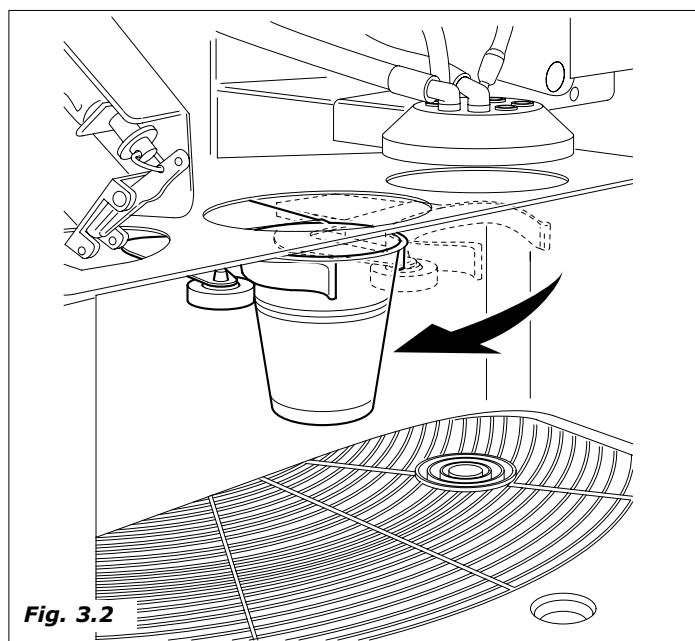

Fig. 3.2
- El trasladador de vasos se desplaza desde la posición reposo/ erogación a la estación "cup dispenser" (Fig 3.2).